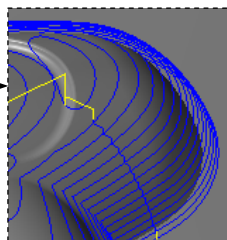

图 11.13.13 刀具路径
Step9. 单击“曲面粗加工等高外形”对话框中的  按钮，完成加工参数的设置，此时系统将自动生成图 11.13.13 所示的刀具路径。